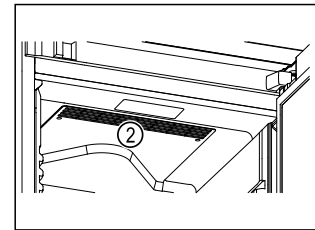

Fig. 62
- Poskrbite, da prezračevalna reža Fig. 62 (2) ventilatorja krožnega zraka v notranjosti ni zakrita.